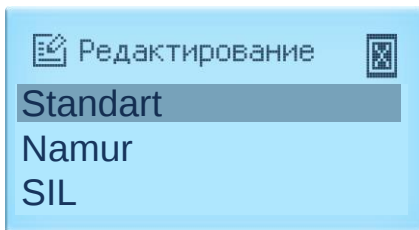

Рисунок 2.15 – Пример экрана «Редактирование»
2.5.4.2 Выбор значения параметра из списка возможных (рисунок 2.15) осуществляется с помощью кнопок управления ЭЛЕМЕР-РЭМ-2: